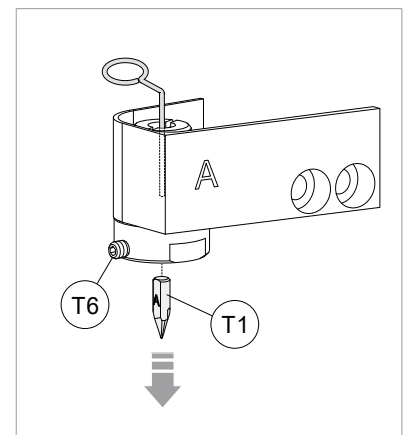

Bild 138
- 9) Den Fräser (T1) entnehmen (Bild 138). Zur Vereinfachung des Vorgangs den (mitgeliefert) Stift ins entsprechende Loch einführen.